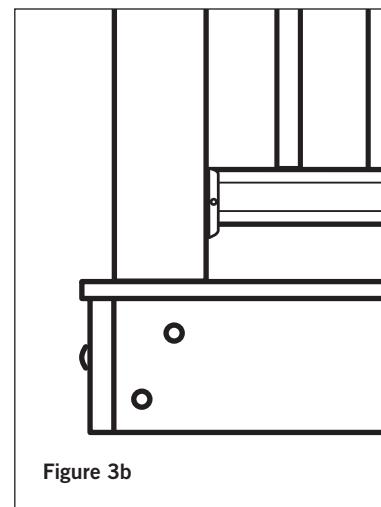

Figure 3b
**Étape 3 :** Placez, mettez à niveau avec un niveau et pincez le poteau de traverse sur la face intérieure de la solive. Remettez à niveau. Le poteau de traverse 4x4 devrait être boulonné à l'intérieur des solives en utilisant deux boulons de carrosserie galvanisés 1/2 x 6 po. Les poteaux de coin utilisent un troisième boulon de carrosserie inséré à travers la solive adjacente (**figure 3b**).
**Étape 2 :** Placez, mettez à niveau avec un niveau et pincez le poteau de traverse sur la face intérieure du longeron d'escalier. Remettez à niveau. Le poteau de traverse 4x4 devrait être boulonné à l'intérieur du longeron d'escalier en utilisant deux boulons de carrosserie galvanisés 1/2 x 6 po. Les poteaux de coin utilisent un troisième boulon de carrosserie inséré à travers la solive adjacente (reportez-vous à la figure 3b). Les poteaux au niveau du sol devraient être installés dans le béton.